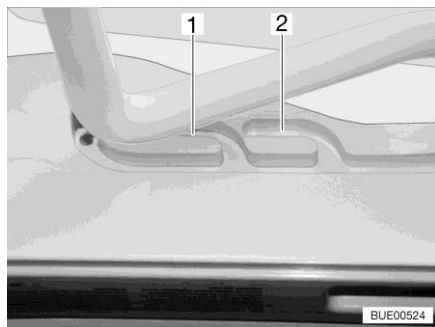
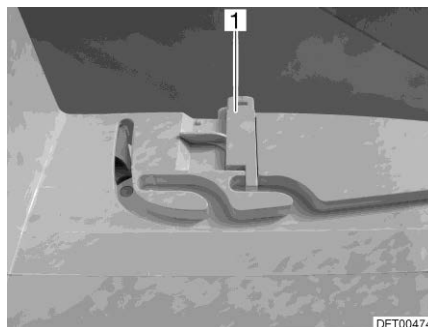

Fig. 110 Guida (posizione di ricircolo d'aria)
Fig. 111 Bloccaggio (posizione di ricircolo d'aria)
È possibile portare l'oblò Heki in due posizioni di ricircolo d'aria: Posizione brutto tempo (Fig. 110,1) e posizione centrale (Fig. 110,2). A seconda del modello, l'oblò può essere bloccato sulla posizione centrale del suo telaio con i due chiavistelli (Fig. 111,1) di sinistra e destra.
- Premere la staffa leggermente verso l'alto, spingerla nella guida selezionata (Fig. 110,1 o 2) ed eventualmente bloccarla.